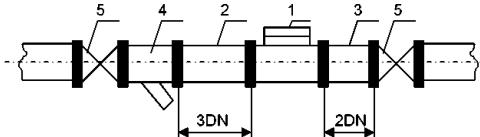

Рис.3 Рекомендована схема встановлення лічильника
7.2. Лічильник необхідно встановлювати в місцях, зручних для зняття показань, технічного обслуговування і монтажу/демонтажу (рис.3). Обов'язковою умовою є повне заповнення трубопровода водою під час експлуатації. Монтаж і введення в експлуатацію лічильників повинна здійснювати організація, яка має відповідний дозвіл та ліцензію.